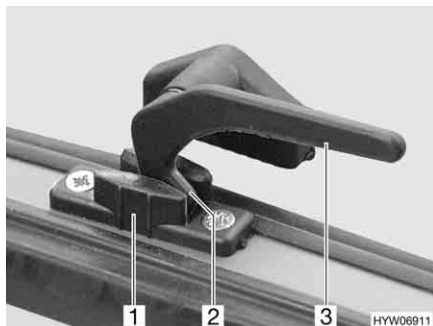

Bild 55 Verriegelungshebel in Stellung
- in Stellung "Dauerbelüftung" (Bild 55)
- Den Verriegelungshebel (Bild 55,3) eine viertel Umdrehung zur Fenster-
(Bild 55,2) dabei in die Aussparung der Fensterverriegelung (Bild 55,1)